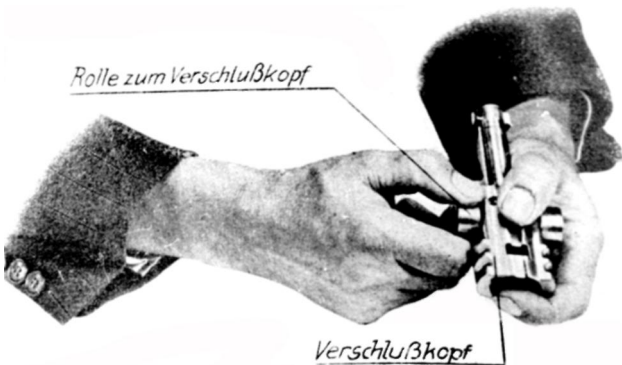

Abb. 79: Abziehen der Rolle zum Verschlüßkopf
a) Zerlegen des Verschlüßkopfes (Abb. 79)